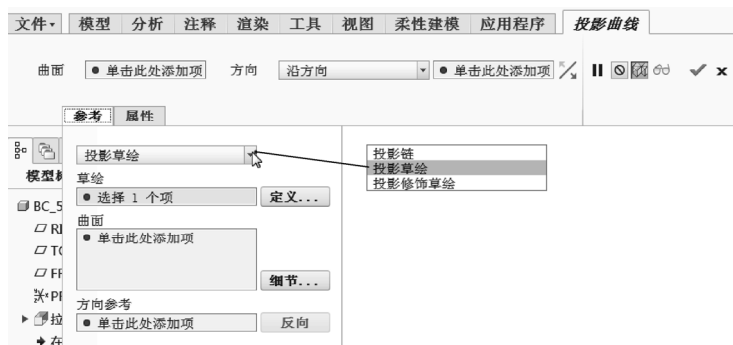

图 5-108 在“参考”面板中选择“投影草绘”选项
4) 在“参考”面板的第一个下拉列表框中选择“投影草绘”选项，如图 5-108 所示。接着单击“定义”按钮，弹出“草绘”对话框。